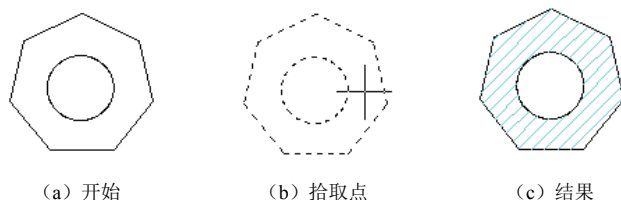

图 5-5 填充图案示例
- (1) 使用当前原点: 使用当前的图案填充原点。
- (2) 使用源图案填充的原点: 以源图案填充的原点为原点。
**【例 5.1】** 在图 5-5 所示的多边形和圆之间填充图案 ANSI31, 比例为 2。预先绘制一圆, 半径为 20, 用 POLYGON 命令绘制一个七边形, 内接于半径为 40 的圆, 如图 5-5 (a) 所示。
在“边界图案填充”对话框中设置图案为 ANSI31，将比例改成 2，单击确定按钮将剖面线颜色改成 CYAN，结果如图 5-5（c）所示。